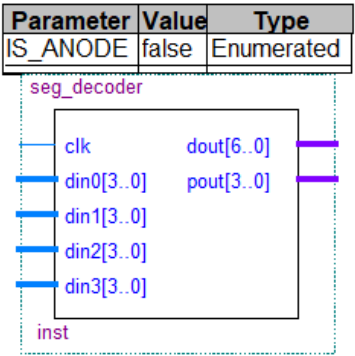

图 2.18 “seg_decoder” 元件
- 2) 打开你的顶层原理图文件，双击空白绘图区域，弹出元件选择界面，展开“Project”库，找到并选中如图 2.18 所示的“seg_decoder”元件，并将元件放置到合适位置。